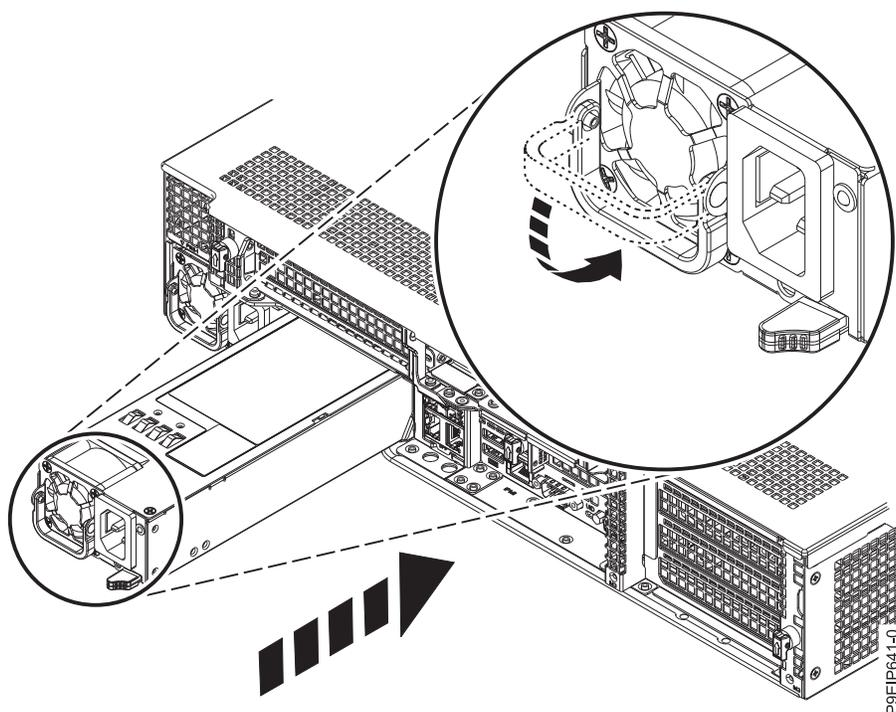

図 62. システムの電源装置の取り替え
2. 電源装置をベイに位置合わせします (図 62 を参照)。ファンが左側にあり、プラグが右側にあるようにします。ラッチが所定の位置にロックされるまで、電源装置をシステム内に押し込みます。